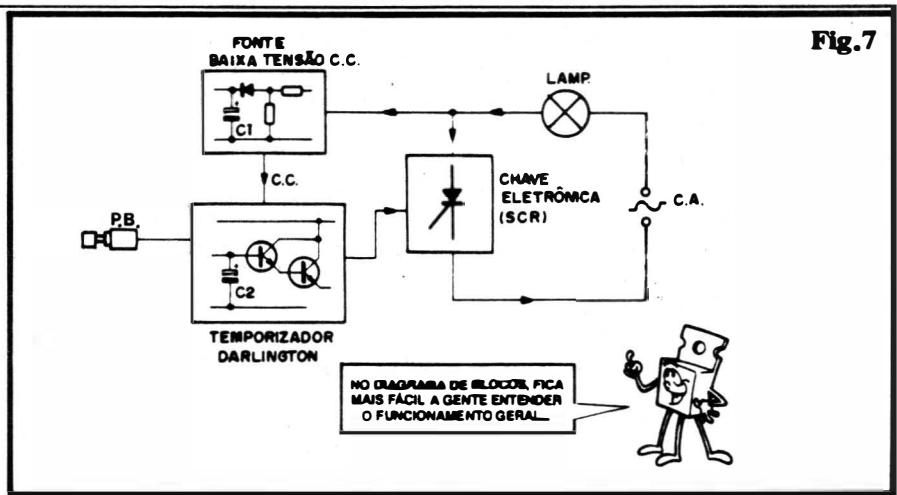

Fig.7
- FIG. 7 - O CIRCUITO - COMO FUNCIONA - Na análise teórica do funcionamento do circuito, o Leitor/"Aluno" deve observar, em conjunto, o diagrama da fig. 7 e o da fig. 1 (respectivamente
"em bloco" e "esquema total"....). Analisando "do fim pro começo" (fig. 7), temos que o controle direto da lâmpada é feito pelo SCR (tiristor - Retificador Controlado de Silício de "mão única" - ver "Aula" nº 10). Este encontra-se simplesmente em paralelo com o interruptor original da dita lâmpada, podendo, assim, agir "em lugar dele" (tudo se passa como se tivéssemos uma segunda chave, paralelada com a primeira, original...). Nessa configuração, o SCR está intercalado entre a carga (lâmpada) e a fonte de energia (C.A. domiciliar), de modo que, quando o tiristor estiver ligado, a lâmpada poderá receber energia, porém quando o SCR estiver "cortado", a lâmpada não acende, já que fica impossibilitada de receber a necessária Corrente... Como sabemos, um SCR, para entrar em "condução" plena, precisa receber a conveniente polarização positiva no seu terminal de controle (gate - G). No circuito do ITEC, em "espera", o TIC106D é mantido com seu gate "negativado" via conjunto de resistores/série de 22K e 4K7 (ver "esquema"). Outro bloco importante do circuito é formado pelo arranjo de fonte, fornecendo baixa Tensão CC para o circuito de controle... Tal fonte é elaborada a partir do resistor de boa dissipação (15K x 2W para 110V ou 33K para 220V) que "segura o rojão" em termos de Corrente... Seriado com o resistor de 1K, estabelece um convencional divisor de Tensão, de modo a promover, na junção de ambos, o surgimento